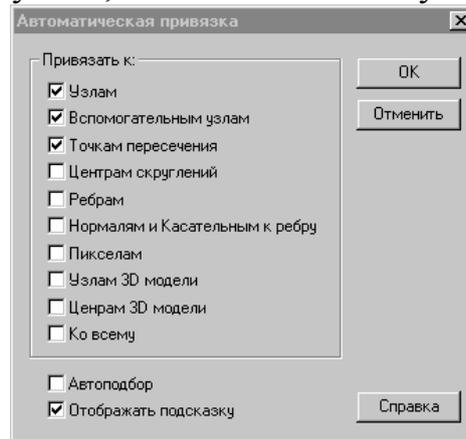

Рисунок 11. Выбор режима привязок.
- Выберите команду «Автоматическая привязка» из меню «Режим». Появится диалог «Автоматическая привязка» (рис. 11)